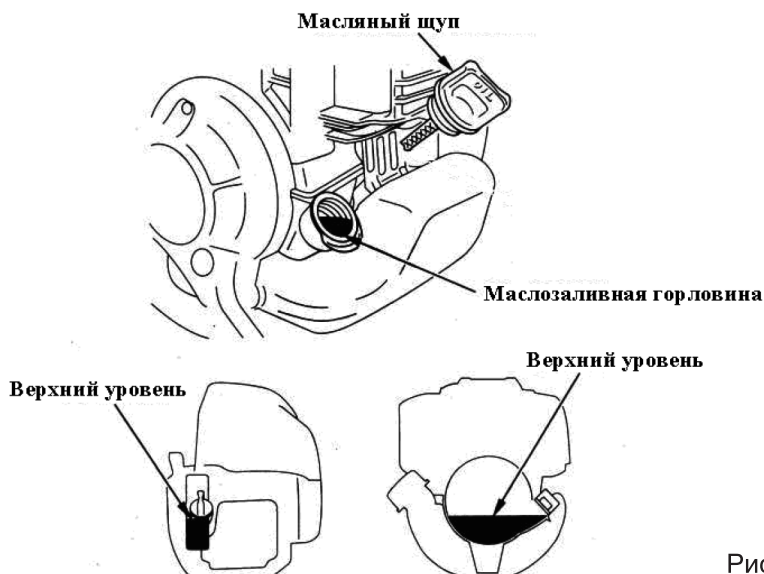

Рис. 4
- Выкрутите крышку-щуп маслосаливной горловины, извлеките щуп и протрите его сухой тканью (рис. 4).
Примечание: Максимальный уровень масла в картере соответствует нижней кромке маслосаливной горловины (рис. 4).